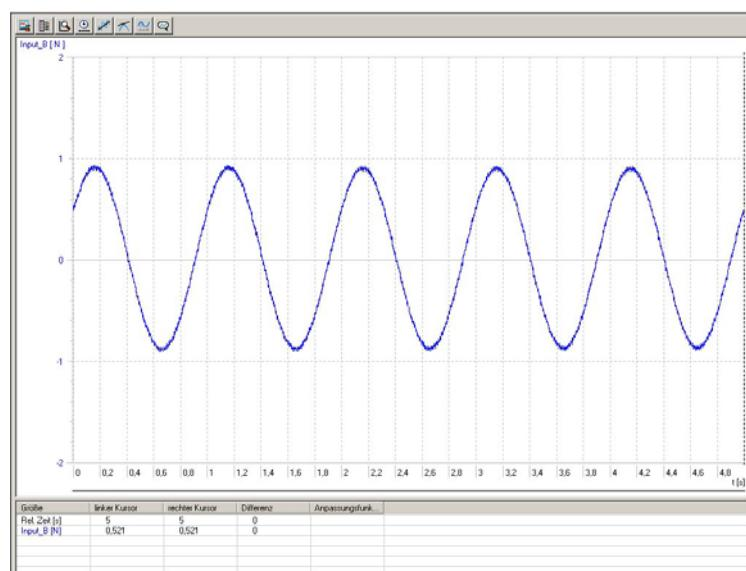

Fig. 2 Representación en la pantalla del 3B NETlabTM (U11310) de una oscilación de masa –muelle levemente amortiguada.
- Se inicia en el 3B NETlab™ el registro de la curva de medida (Fig. 2).